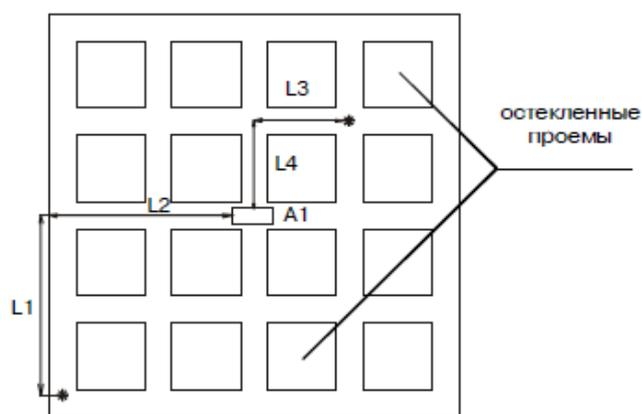

Рисунок 5. Размещение извещателя для охраны переплета оконной рамы
- при использовании извещателя для охраны переплета оконной рамы измерение его дальности действия следует производить по деревянным частям рамы (рисунок 5);